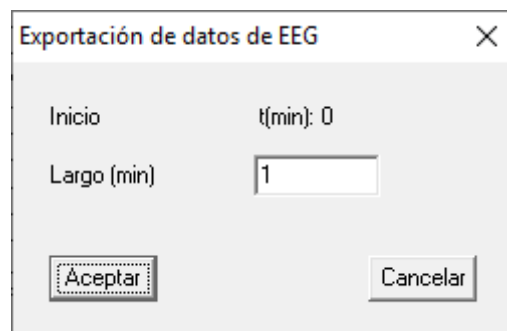

Figura 19
- 2) En la ventana “Exportación de datos de EEG” (Figura 19), seleccionar el largo en minutos de la exportación (a partir del inicio) y hacer clic en Aceptar. Como resultado se genera un archivo conteniendo una muestra de EEG (en uV) por línea.